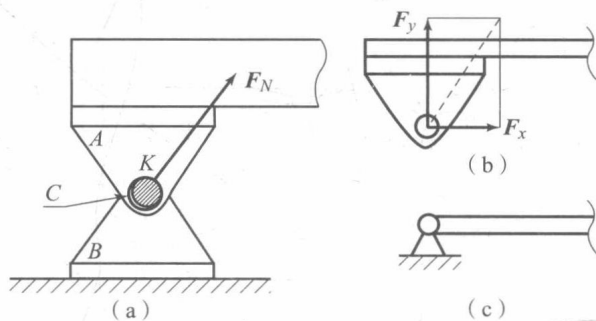

图 1-15
(1) 固定铰支座：约束反力一般用两个正交分量表示，如图 1-15 所示。